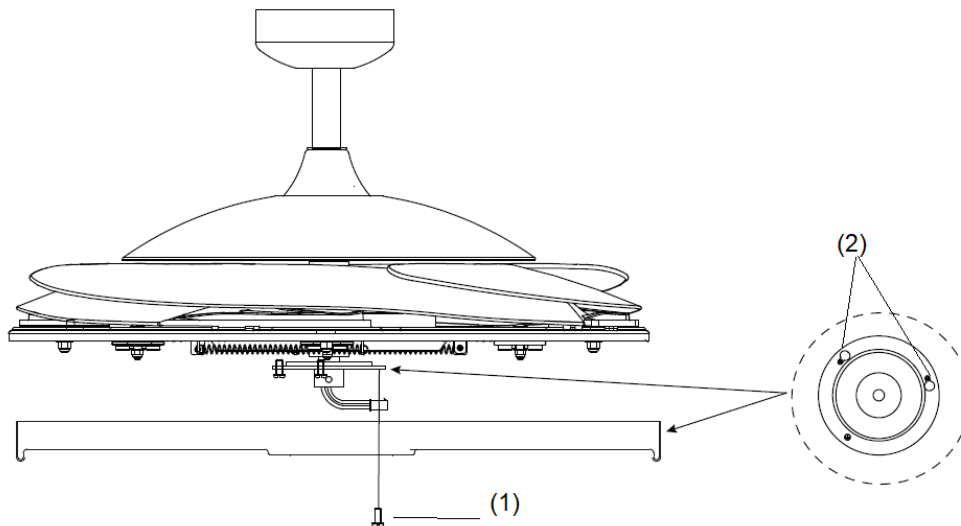

Fig. 6
**INSTALLAZIONE DEL KIT LUCE (Fig. 6 e 7)**
1. Allentare la vite (1) dal supporto sul ventilatore. Allineare le due viti con i fori (2) sulla staffa del kit luce (7) (Fig. 6).
2. Ruotare il kit luce in senso antiorario finché le viti non sono fissate saldamente all'estremità delle fessure (2).
3. Fissare la vite (1) al supporto del paralume. Serrare tutte le tre viti. Non avvitarle eccessivamente.